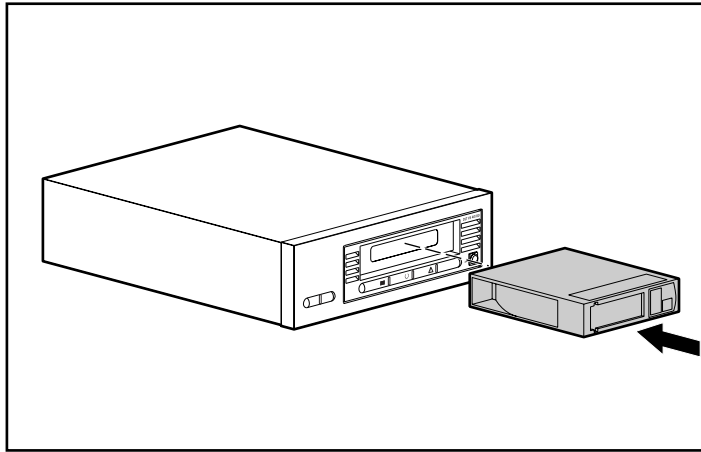

図13: DLTtape IVカートリッジを挿入する
1. ドライブがPOSTを完了した後で、カートリッジ スロットにDLTtape IVカートリッジを挿入します（図13を参照）。